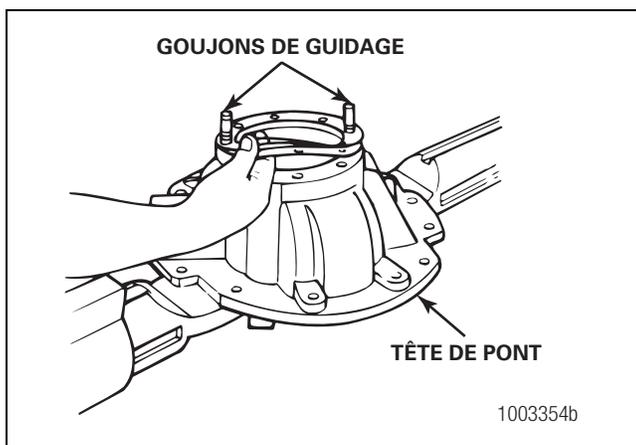

Figure 5.22
1. Sélectionner le jeu de cales approprié et le placer entre le logement de roulements et le carter de pont. Figure 5.22.
3. Aligner les rainures d'huile des cales par rapport à celles du logement de roulements et de la tête de pont. Utiliser des goujons de guidage pour aligner les cales. Figure 5.22.